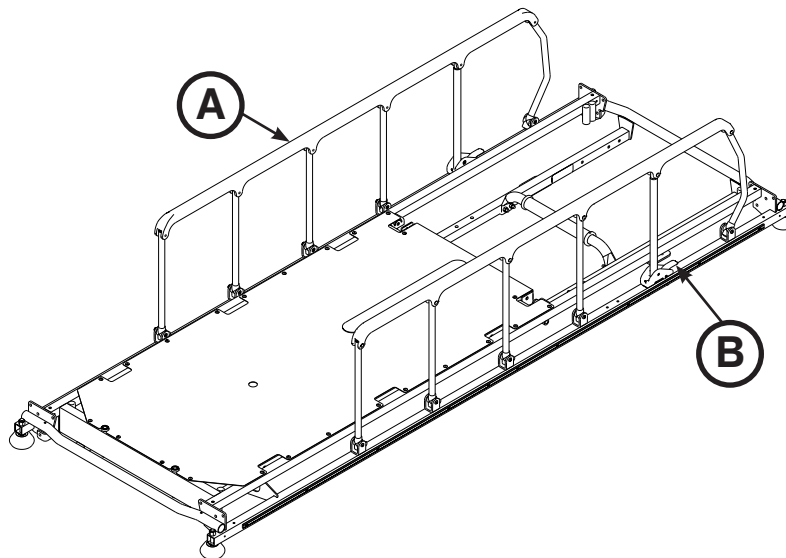

Figura 4: Grades laterais
Para elevar as grades laterais, puxe a grade lateral (A) para cima e levante-a até à posição mais alta possível, até o trinco (B) ficar engatado, conforme se mostra na figura 4.
Para baixar as grades laterais, puxe o trinco (B) para cima e guie a grade lateral até à posição mais baixa possível, conforme se mostra na figura 4. Os trincos (B) são amarelos, para facilitar a identificação.